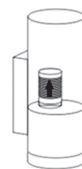

Рис. 3
5. Установите V-образную заслонку и преобразователь в выходное отверстие и закрепите их изолянтной. Установите трубу-компенсатор расширения или сжатия в выходное отверстие преобразователя и зафиксируйте ее хомутом. Расширительная труба не входит в комплект поставки. См. рис. 3.